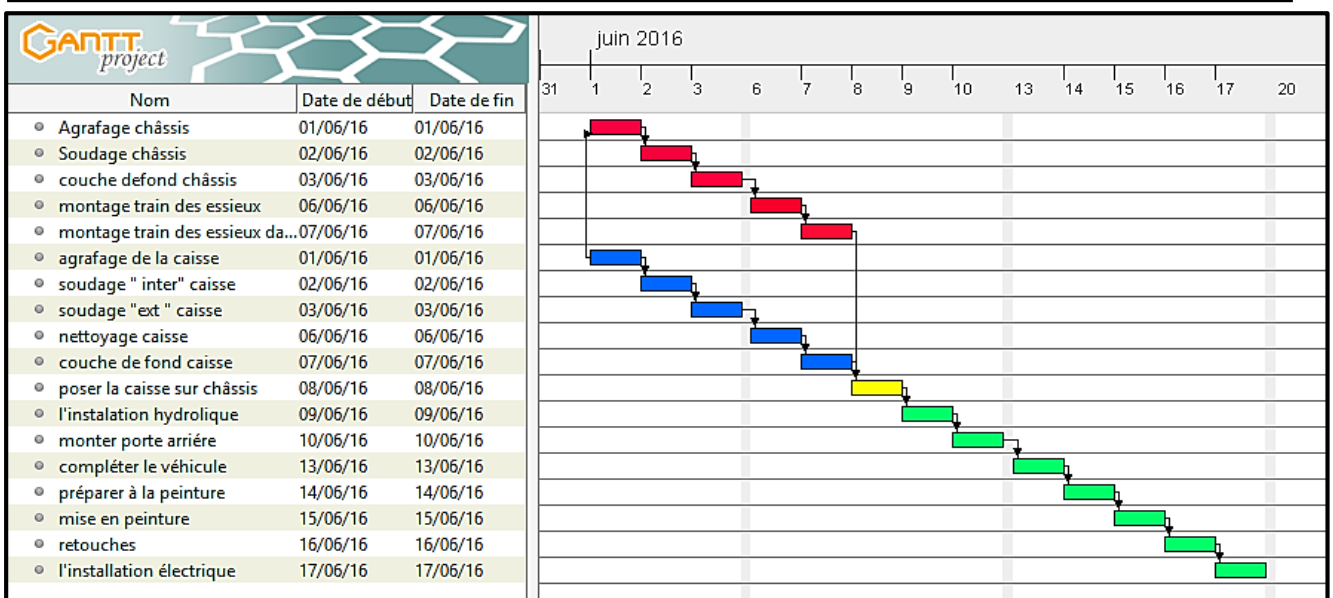

Figure IV.5 : planification des taches de deuxième scenario
Après l'augmentation des opérateurs dans quelques tâches critiques, le nouveau diagramme de Gant est comme suit. [Figure IV.5]
Selon le diagramme de Gantt [figure IV.5], on peut remarquer clairement que le temps nécessaire pour réaliser une seule benne diminuer de trente (30) jours jusqu'à dix-sept (17) jours et les premiers tâches (agrafage de la caisse & châssis) prennent une (01) seule journée, donc chaque jour l'usine va commencer d'assembler une nouvelle benne.